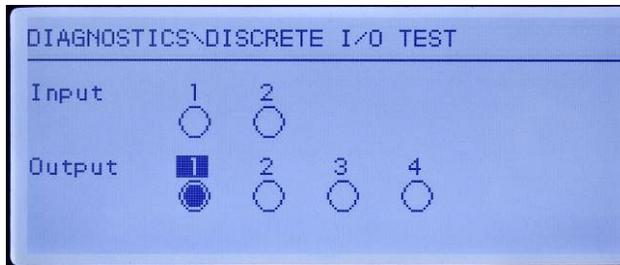

Abbildung 5-8: Bildschirm „Diskreter I/O-Test“, Ausgang 1 aktiv
3. Der Fokus für die Steuerung eines spezifischen Ausgangs wird als Invertierung der Zahl über dem Ausgang angezeigt. Wenn sich ein Ausgang im Fokus befindet, wird durch Drücken der Navigationstaste AUF der Ausgang auf EIN gestellt. Ein kleiner, ausgefüllter Kreis wird angezeigt und weist darauf hin, dass der Ausgang auf EIN gestellt wurde. Die ist in Abbildung 5-8 dargestellt.